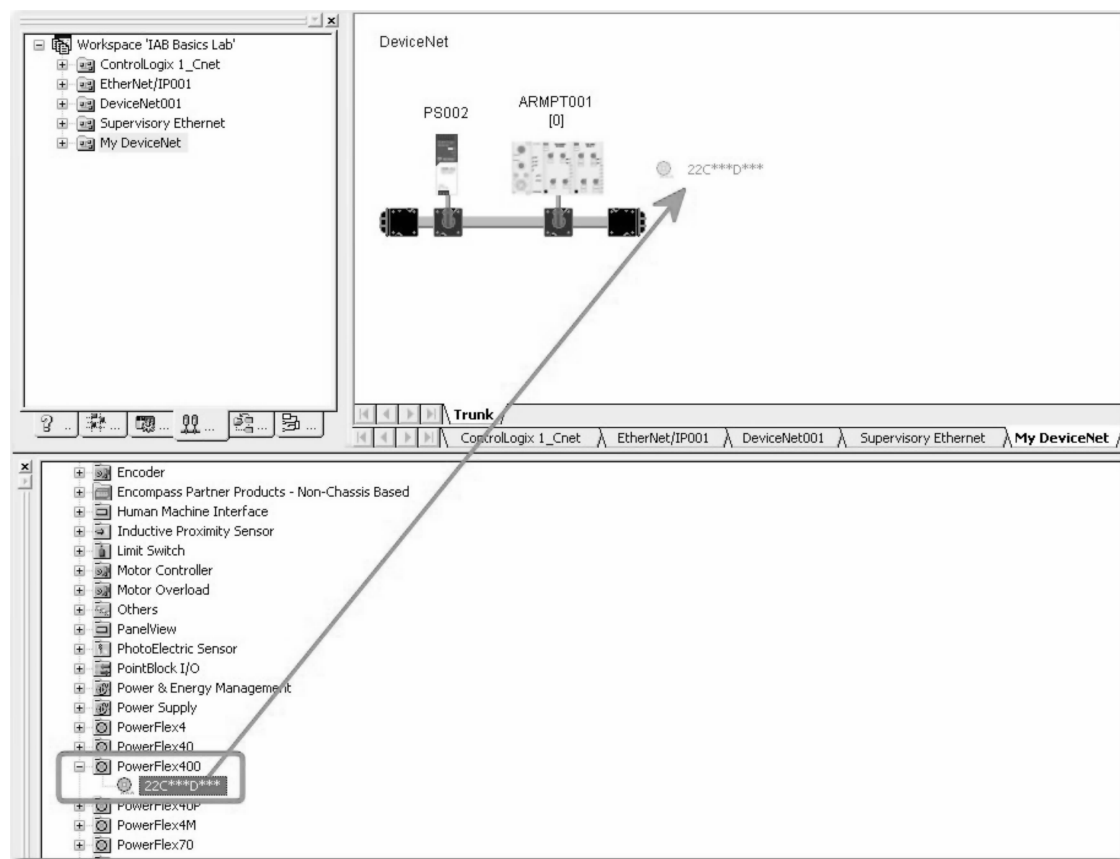

图 26-116 变频器配置图
1. 单击“DeviceNet”选项卡，然后向下滚动设备列表，直至看到 PowerFlex 400。展开 PowerFlex 400 文件夹，将 22C * * * D * * * 拖动到 DeviceNet 网络视图中，如图 26-116 所示。